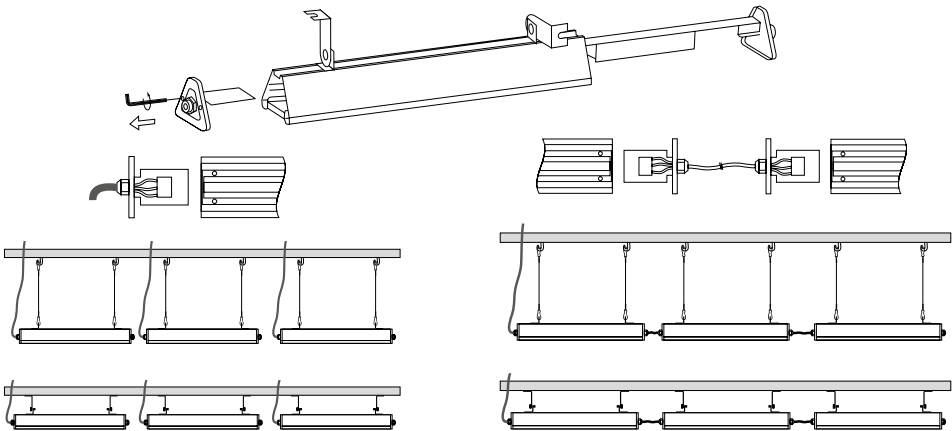

Рис. 4. Способы подключения светильников
- 3.9. Проденьте провод питания сети AC 230 В и управления через гермоввод и подключите кабель к клеммной колодке одним из способов, показанных на рис. 4.